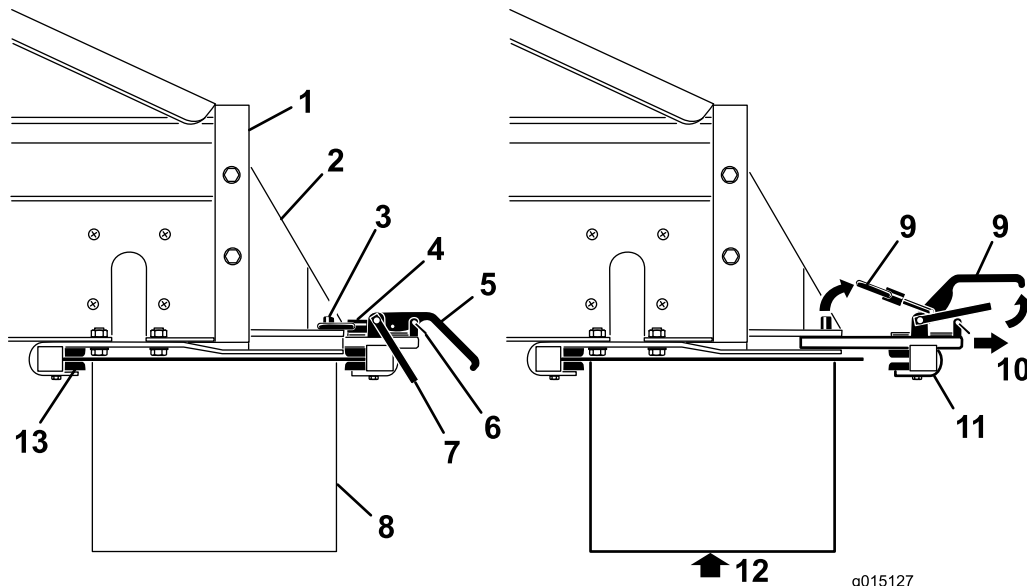

Figura 15
1. Rimuovete le clip dei fermi di sicurezza dalle maniglie di attacco (Figura 15).
2. Sollevate il fermo di sicurezza, poi le maniglie di attacco dell'accessorio e liberate gli anelli di bloccaggio dai perni di bloccaggio ((Figura 15).
3. Estraete il gruppo di attacco posteriore dell'accessorio dalle fessure di attacco rapido (Figura 15).
4. Con l'aiuto di una persona, inserite il bordo anteriore dell'attrezzo opzionale sopra e sotto la parte posteriore della macchina nei morsetti anteriori sulle staffe (Figura 15).
5. Sostenete l'attrezzo opzionale, facendo scorrere contemporaneamente il gruppo di attacco posteriore dell'accessorio nelle fessure delle staffe, sulla parte posteriore (Figura 15).
7. Montate le clip dei fermi di sicurezza sulle maniglie di attacco (Figura 15).